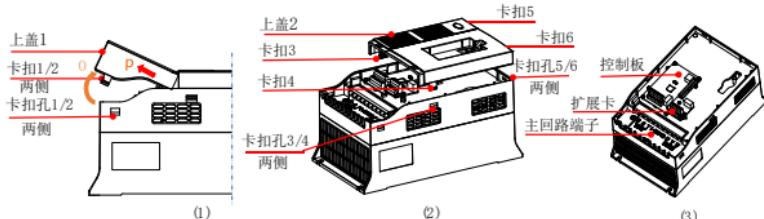

图 3-3b PM600 3 相 400V 18.5~30kW(PB)
塑料外壳机型的配线准备(图 3-3b): 图 3-3b (1), 首先按压卡扣 1/2, 脱出后沿 O 方向旋转, 沿 P 方向取下分体式上盖的其中一个, 然后按压图 (2) 所示卡扣 3/4/5/6, 脱出后取下分体上盖另一个。反向操作装回。